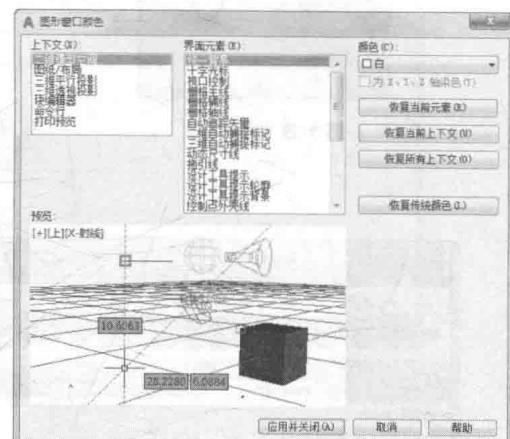

图1-7 “图形窗口颜色”对话框
(1) 选择“工具”下拉菜单中的“选项”命令，打开“选项”对话框，选择“显示”选项卡，单击“窗口元素”区域中的“颜色”按钮，打开“图形窗口颜色”对话框。
(2) 在“图形窗口颜色”对话框的“颜色”下拉列表中，选择需要的窗口颜色，通常按视觉习惯选择白色为窗口颜色，如图1-7所示，然后单击“应用并关闭”按钮，此时的绘图窗口就变成了白色背景。